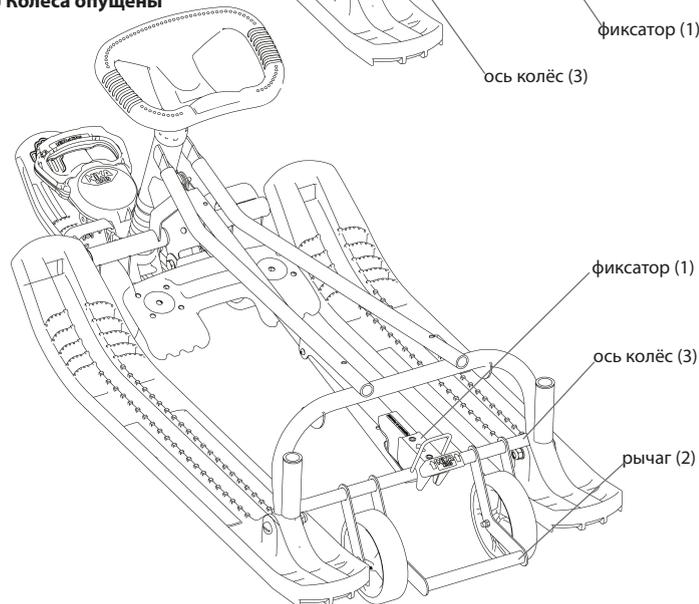

Рис. 2 Механизм выдвигаемых колёс
4.6.1. Для перемещения по твёрдому покрытию необходимо опустить колёса, закреплённые на каркасе. Для этого носком ноги поднимите фиксатор (1) (см. рис. 2, а), колёса опустятся, затем нажав на рычаг (2) доведите колёса до фиксированного положения. Паз на фиксаторе при этом должен зацепиться за ось колёс (3).
- ногой поднять фиксатор (1), снегокат опустится (см. рис. 2, б);
- носком ноги поднять рычаг (2) до фиксированного положения.